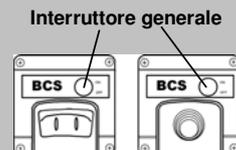

Fig. 35
- Accendere l'interruttore principale (Fig. 35).